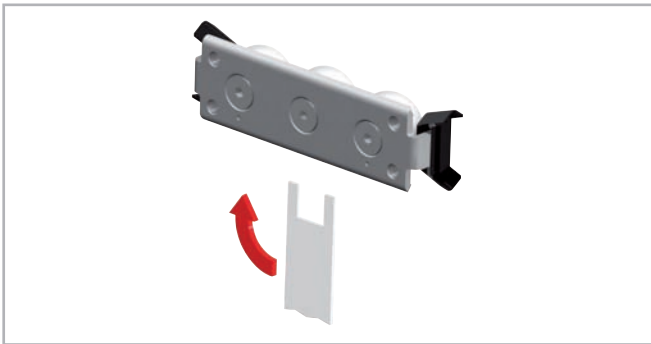

Рис. 25
- вставить входящий в комплект поставки специальный плоский гаечный ключ сбоку между направляющей и кареткой, и надеть его на шестигранник или на квадрат регулируемого эксцентрического ролика (см. Рис. 25);